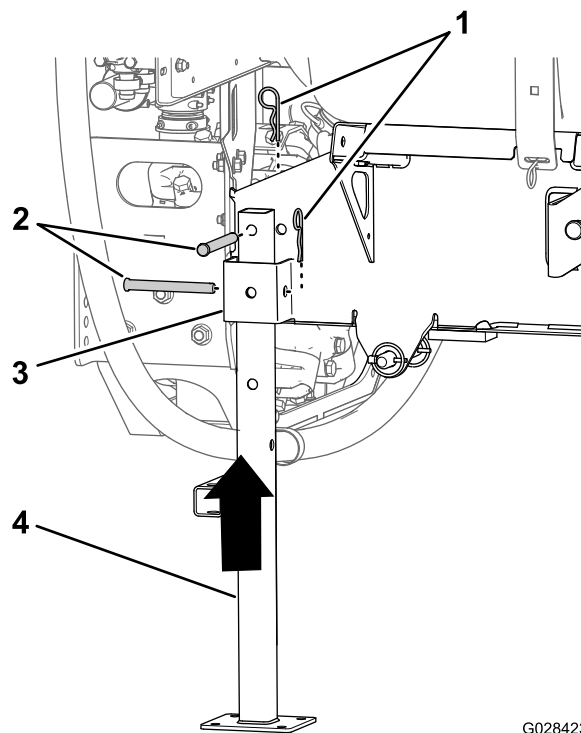

Figura 136
- Alinee la pata de apoyo trasera con el receptor de la pata trasera (Figura 136).
- Alinee el orificio de la parte superior de la pata de apoyo con el orificio del bastidor del patín del depósito (Figura 136).
- Sujete la pata de apoyo al receptor y al bastidor con dos pasadores ($\frac{1}{2}$ " x $4\frac{1}{2}$ ") y dos chavetas ($\frac{5}{32}$ " x $2\frac{5}{8}$ "), como se muestra en la Figura 136.